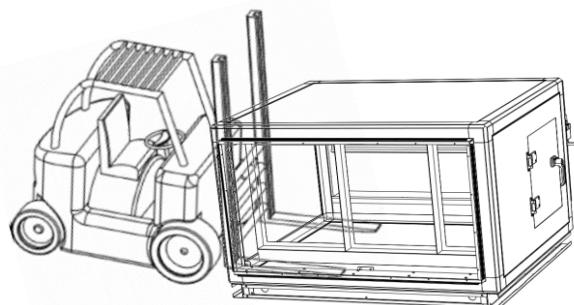

图 3.1 机组水平搬运方法示意
- 机组在平整的地面上搬运时推荐使用叉车方式运输，详见图3.1。叉车应该作用于机组底座或木架，避免损坏机组。